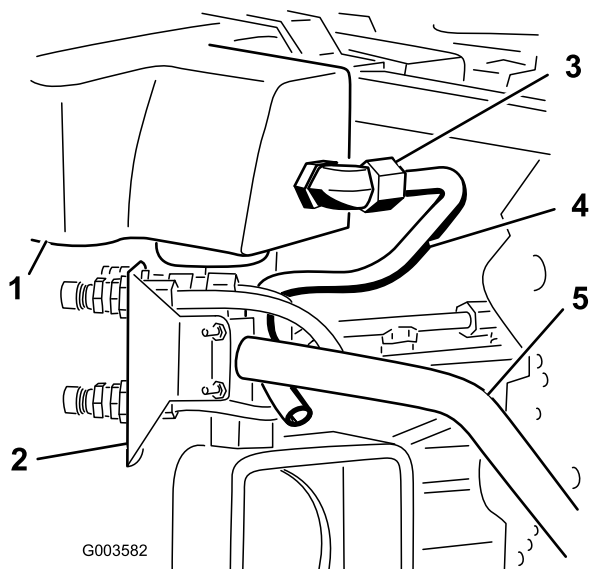
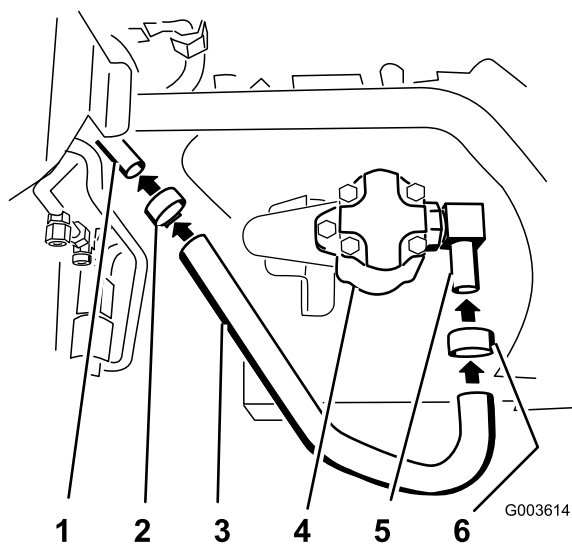
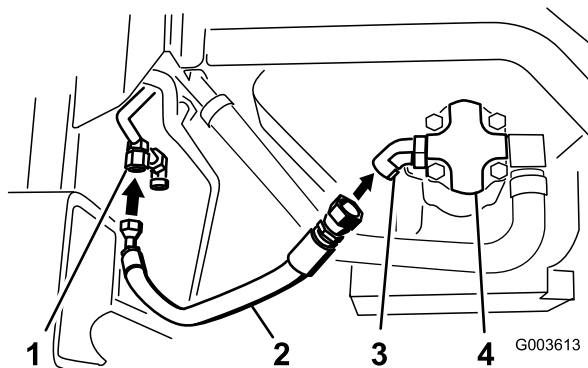
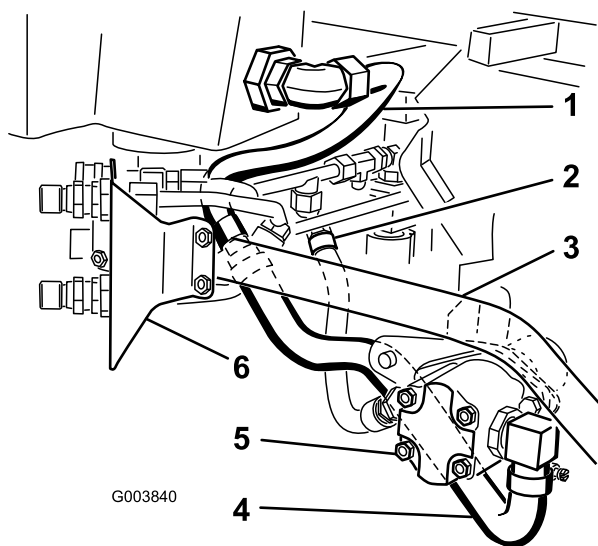

図 25
図 26
図 29
図 30
4. 図 25 に示すように、油圧ライン (3番) を機体に位置決めする。
5. ストレーナと油圧オイルタンクに取り付けた 90 度エルボに、油圧ライン (3番) を取り付ける (図 25 と 図 30)。
2. 油圧オイルポンプの側部に取り付けた90度エルボに太い油圧ホースを取り付ける (図 26 と図 30)。
3. ホースとエルボにつけたホースクランプを締め付ける (図 26)。
4. 太い油圧ホースを油圧ライン (3番) に取り付ける (図 26)。
5. ホースと油圧ライン (3番) のにつけたホースクランプを締め付ける (図 26)。
8. フィッティング付きの油圧ホースを、油圧ポンプに取り付けた 45 度エルボに取り付ける (図 29 と 図 30)。油圧シリンダの下側になる。
9. 油圧ホースと油圧ラインと油圧ポンプとの位置関係については 図 30 を参照のこと。